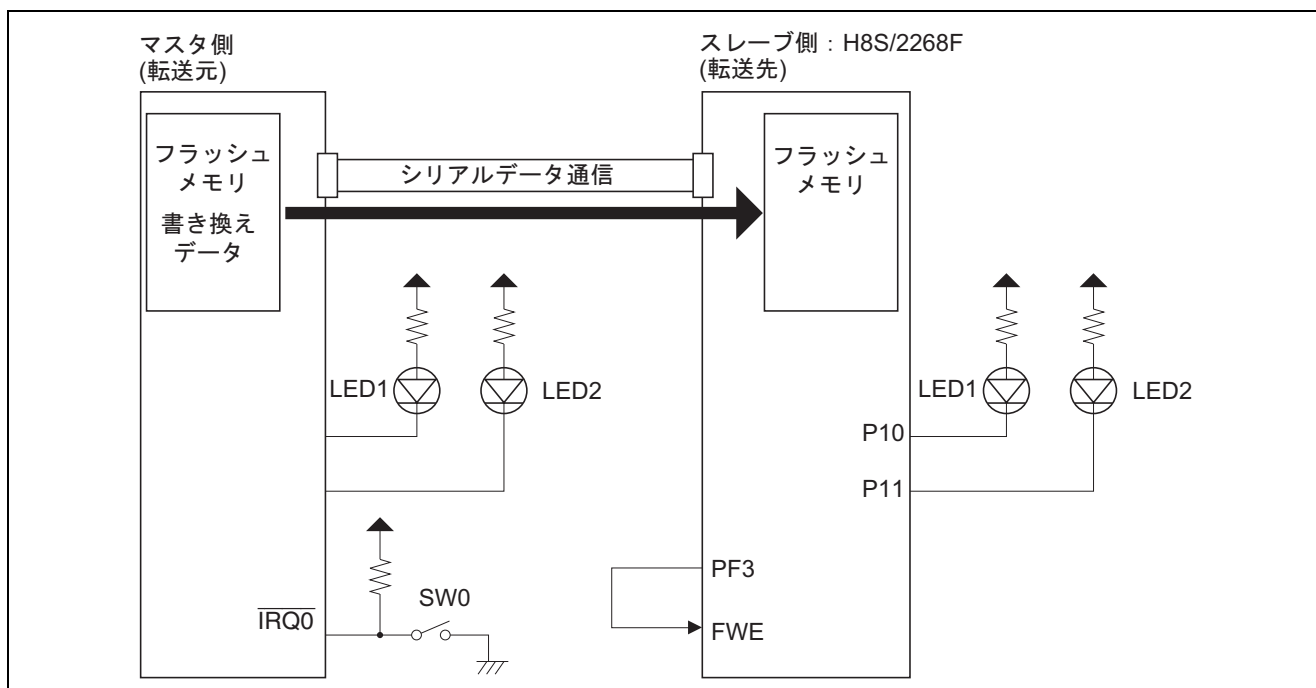

図 1 オンボード書き換え回路構成例
- (1) ユーザプログラムモードによるフラッシュメモリ書き換えを行いません。
- (2) マスタ側フラッシュメモリ上にある書き換えデータを、スレーブ側のフラッシュメモリに書き込みます。
- (3) 書き換えデータの転送は、調歩同期式シリアル通信で行ない、SCI チャンネル 0 (SCI_0) を使用します。
- (4) マスタ側のスイッチ 0 (SW0) が ON になると、マスタ側からスレーブ側にフラッシュメモリ書き換え開始コマンドを送信し、スレーブ側フラッシュメモリの書き換えを開始します。
- (5) マスタ側、スレーブ側共に、フラッシュメモリ書き換え動作中は LED1 が消灯、LED2 が点灯し、フラッシュメモリ書き換え動作終了後は LED1 が点灯、LED2 が消灯します。
- (6) マスタ側の $\overline{\text{IRQ0}}$ 端子にスイッチ 0 (SW0) が接続されています。
- (7) マスタ側は、出力ポートに LED1 と LED2 が接続されています。
- (8) スレーブ側は、P10 出力端子に LED1 が接続、P11 出力端子に LED2 が接続されています。
- (9) オンボード書き換え回路の構成例を図 1 に示します。